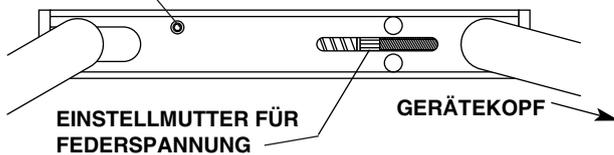

Bild 18. Federspannung einstellen
2. Heben Sie das Ende des Schwenkarms an, bis die Reibungseinstellschraube durch die Zugangsöffnung im Arm sichtbar wird (siehe Bild 18). Lockern Sie mit einem 4-mm-Innensechskantschlüssel die Einstellschraube für die Reibung (Schraube nicht entfernen).